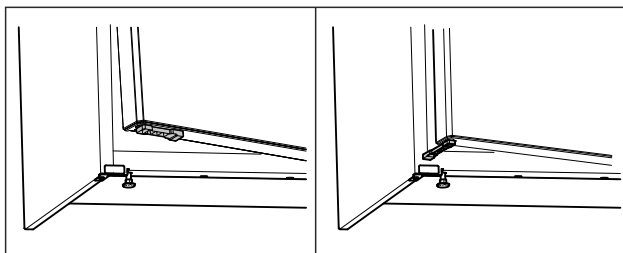

Fig. 56 *
- ▶ Obrócić ogranicznik otwierania drzwi o 90°. (patrz Fig. 56) *